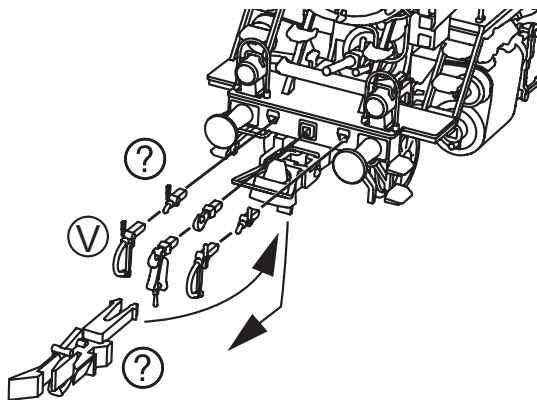

Fig. 4
**1. Reinigung der Radstromkontakte:** Radstromkontakte können auf unsauberen Schienen leicht verschmutzen. Entfernen Sie **vorsichtig** mit einem kleinen Pinsel **den Schmutz** an den in Fig. 4 gekennzeichneten Stellen.
**1. Cleaning of wheel contacts:** Wheel contacts easily get dirty on tracks which are not entirely clean. Use a small brush to **remove dirt** from spots marked in fig. 4.
Les lames de contacts risquent de s'encrasser rapidement sur des voies poussiéreuses. Veuillez **enlever la poussière** aux endroits marqués à la fig. 4 à l'aide d'un petit pinceau souple.
**3. Échange des bandages d'adhérence:** Démontez d'abord le couvercle du carter des engrenages (fig. 4). Enlevez les bandages d'adhérence à l'aide d'une aiguille ou d'un tourne-vis fin. Lors du montage des nouveaux bandages veuillez veiller à ce que les bandages **ne soient pas tor-dues** (fig. 6).